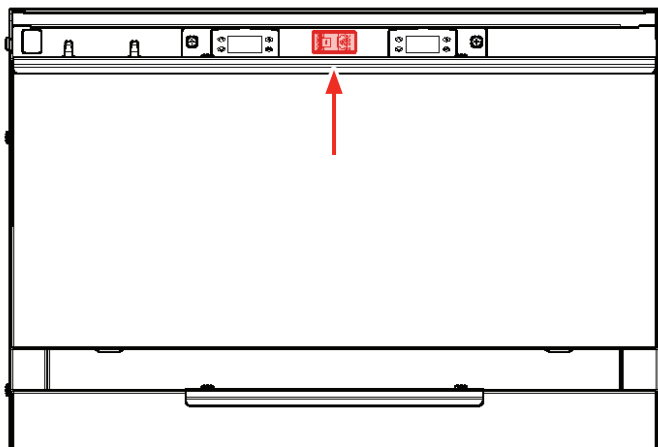

Fig. 16
1. Encienda el interruptor de encendido al colocarlo en la posición «ON» [Encendido] (Fig. 16).